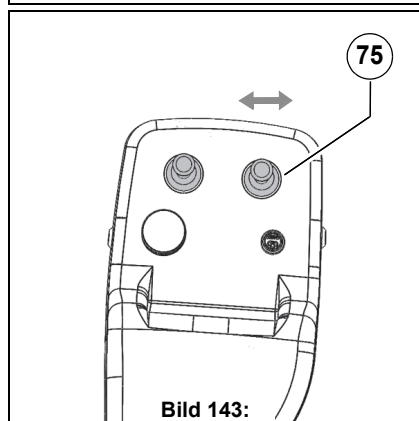

Bild 143:
- Tryck på knappen **Bild 143-C** och sväng samtidigt joystick **Bild 143-75** åt höger – den högra tallrikskvasten lutar neråt
- Tryck på knappen **Bild 143-C** och sväng samtidigt joystick **Bild 143-75** åt vänster – den högra tallrikskvasten svänger tillbaka till utgångsläget